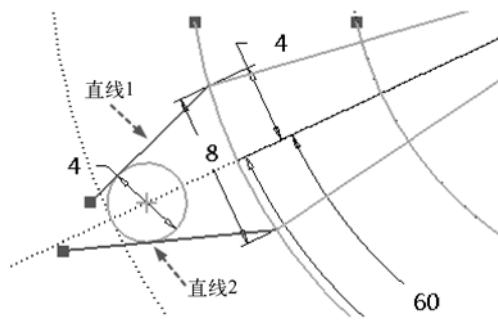

图 2-106 绘制相切线
- 使用 线链 工具绘制两条斜线，使两条斜线均与小圆相切，如图 2-106 所示。